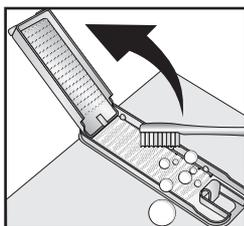

Figura 22
- Abra la tapa del filtro como se indica en la **figura 22**. Lave el filtro con un cepillo de cerda plástica y agua hasta retirar la mugre y pelusas atrapadas en éste.